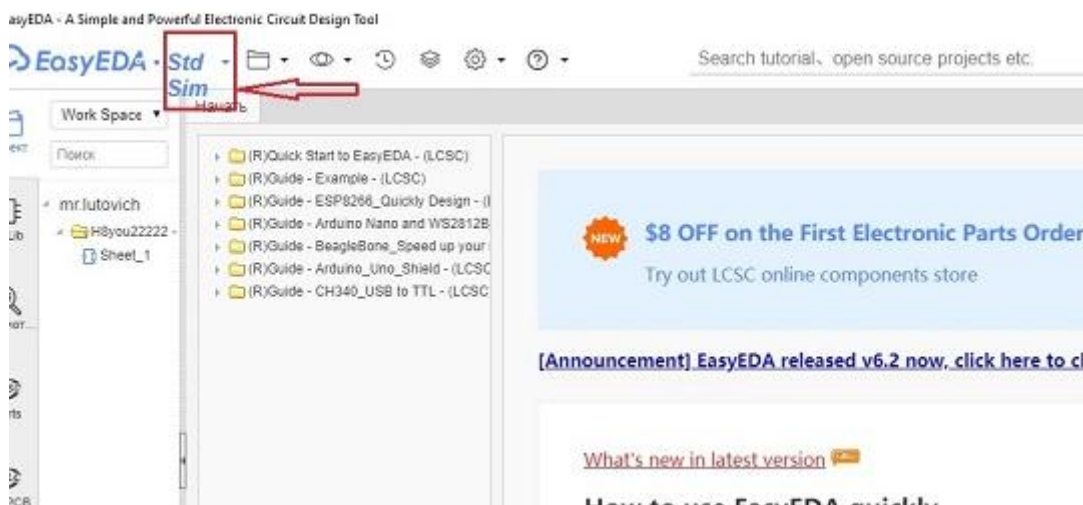

Рис.5.8 Переключение программы в режим симуляции
4. Моделирование принципиальной электрической схемы. Для переключения системы в режим симуляции необходимо в левом верхнем углу изменить Std на Sim (рядом с иконкой EasyEDA). Данное переключение доступно, только когда не ведется работа над каким-либо проектом и все закрыто (Рис.5.8).